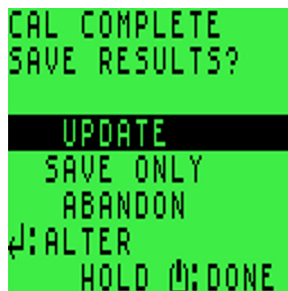

Figure 59 : Écran CAL COMPLETE/SAVE RESULTS (Calibrage terminé / Enregistrer les résultats)
- Une fois le calibrage terminé, l'utilisateur peut enregistrer les résultats (voir la Figure 59 : Écran CAL COMPLETE/SAVE RESULTS \(Calibrage terminé / Enregistrer les résultats\)).